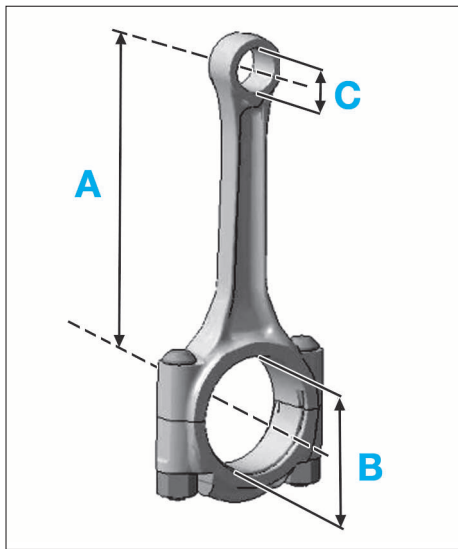

FIG. 13
Entraxe (A) (Fig.13) : 140,25 ± 0,05 mm.